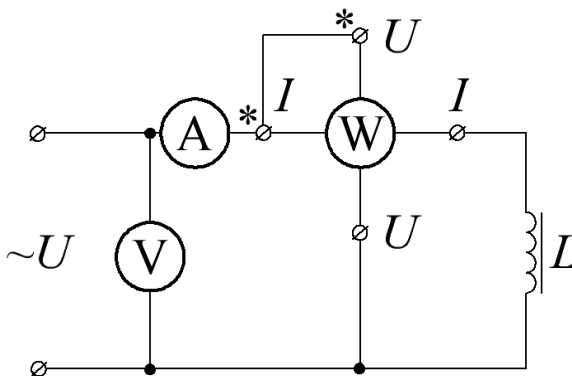

Рисунок 4 – Схема магнитной цепи
2. Собрать электрическую схему для исследования неразветвленной магнитной цепи (рисунок 4) и представить её для проверки преподавателю.